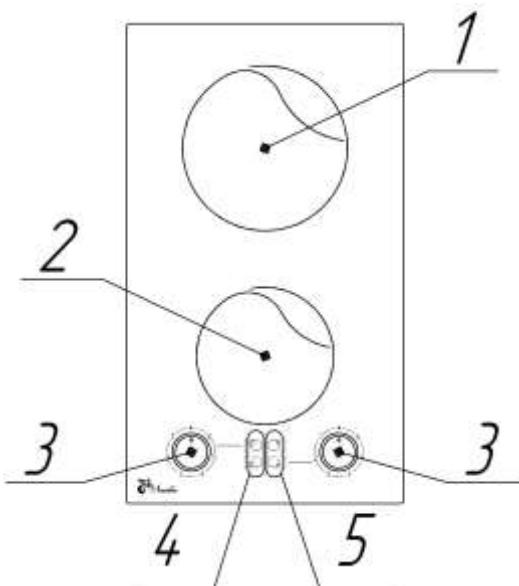

Рис. 3. Устройство варочной панели ПЭВ 20 С.
Расположение и назначение элементов варочной панели показано на Рис. 3. Символы на панели показаны условно. Ручки управления имеют круговое вращение.
На стеклокерамической поверхности (см. Рис. 3) расположены две зоны нагрева различного диаметра (1 – зона нагрева **Ø180** мм и 2 – зона нагрева Ø140 мм), температура нагрева которых регулируется ручками переключателей (3). Так же имеется индикация включения зоны нагрева(4) и индикация остаточного тепла (5). Когда конфорка горячая, индикация включена.